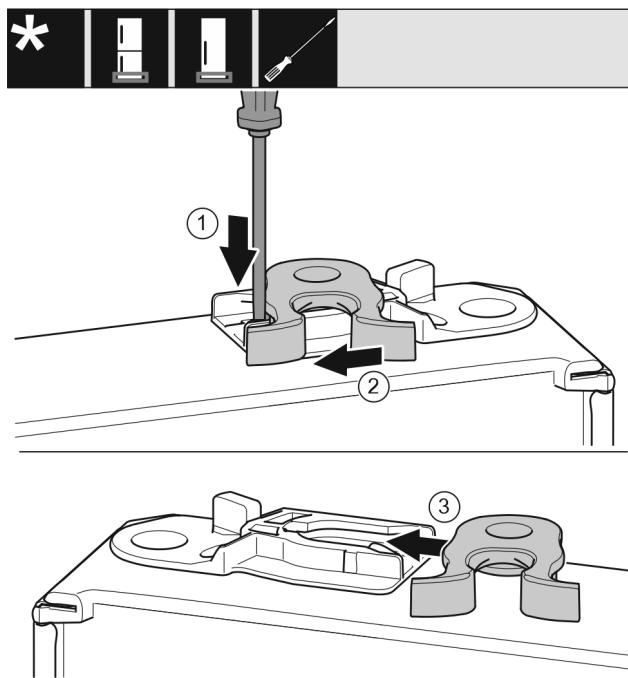

Fig. 23*
- Приjmите накладку Fig. 23 (1) шлицевой отверткой вниз.*
- Выведите запорный крючок Fig. 23 (2) из направляющей.*
- Вставьте запорный крючок Fig. 23 (3) в направляющую с другой стороны.*